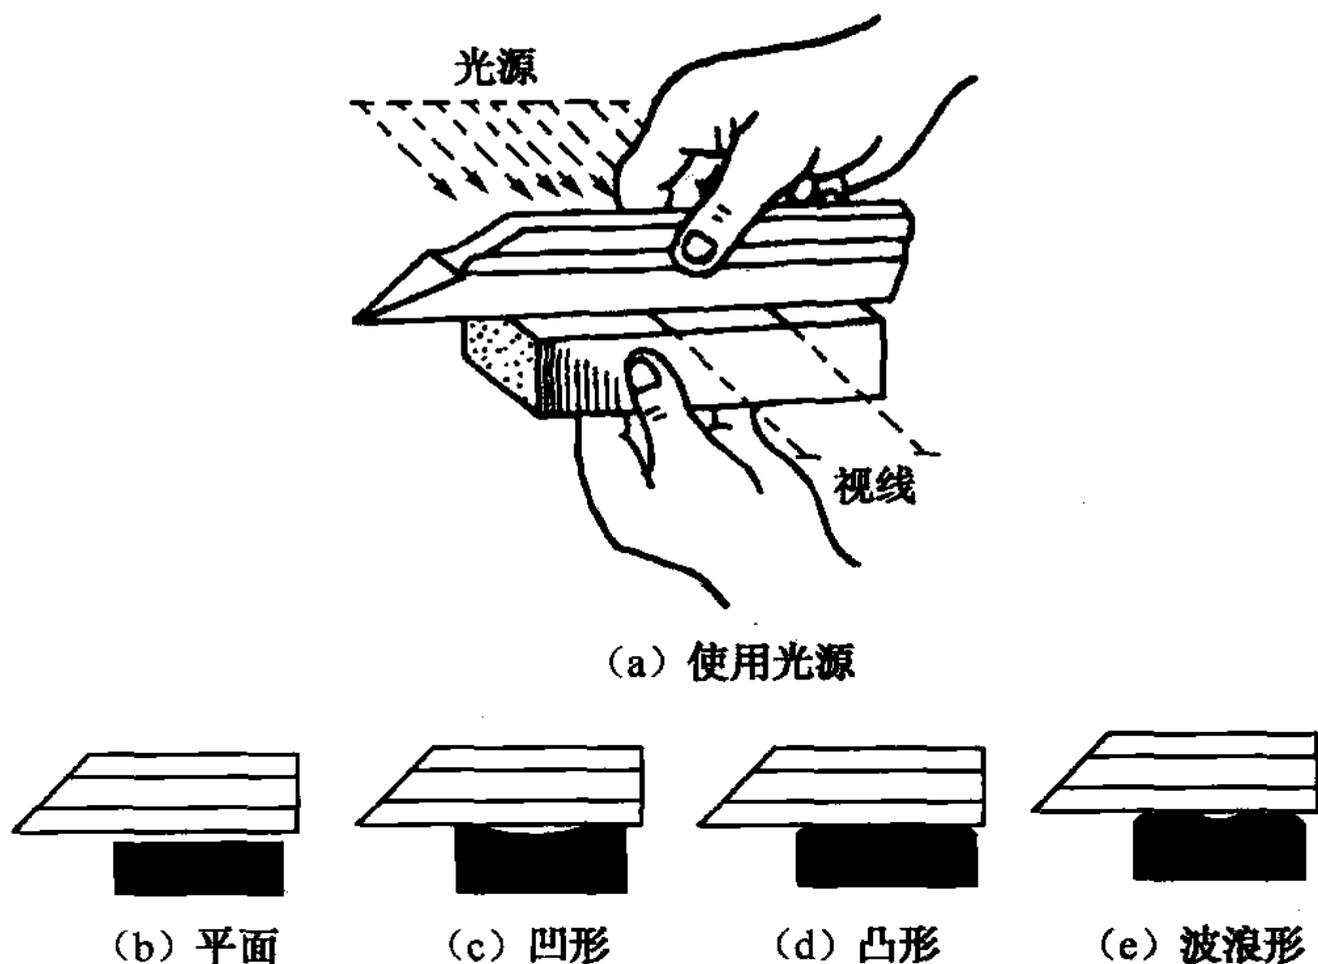

图 1-4 刀口尺使用方法示意图
(1) 用途 主要用于以光隙法进行直线度测量和平面度测量，也可与量块一起，用于检验平面精度。它具有结构简单，操作方便，测量效率高等优点，是机械加工常用的测量工具。
(2) 规格 刀口尺常用规格有 75mm、125mm、175mm 等。
(3) 使用方法 用刀口尺检测工件的直线度和平面度时，一般采用光隙法，如图 1-4 所示。